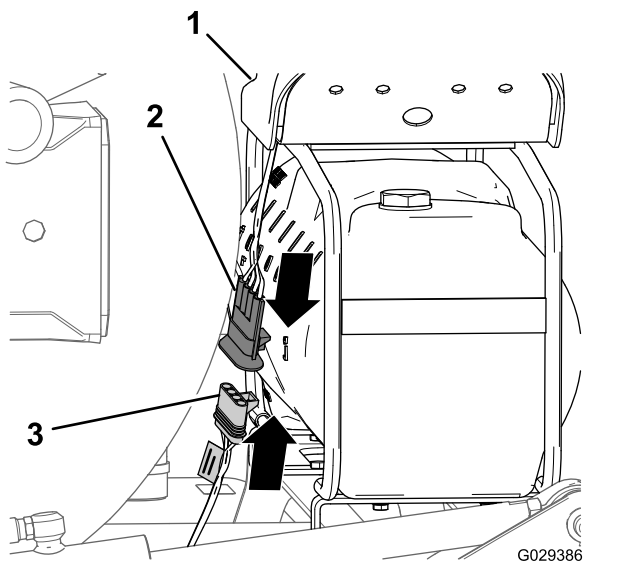

图172
- 在线束 236cm 支管的末端将完成套件线束的 4 插槽接头与压缩机线束的 4 针接头对齐图172。
2. 将 4 针接头插入 4 插槽接头 图172。